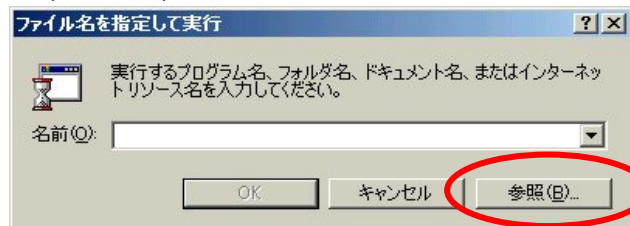

図1.2-14
(2) [ 参照(B) ]ボタンをクリックしてください。(図1.2-14)